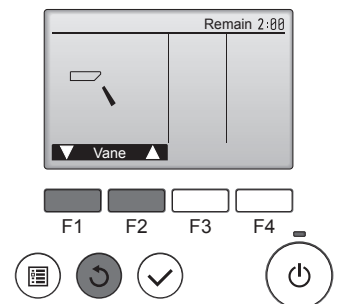

Fig. 7-4
- ② กดปุ่ม [SELECT] เพื่อแสดงหน้าจอการทำงานของใบพัด และจากนั้นกดปุ่ม [F1] และ [F2] เพื่อตรวจเช็คใบพัดอัตโนมัติ (Fig. 7-4)